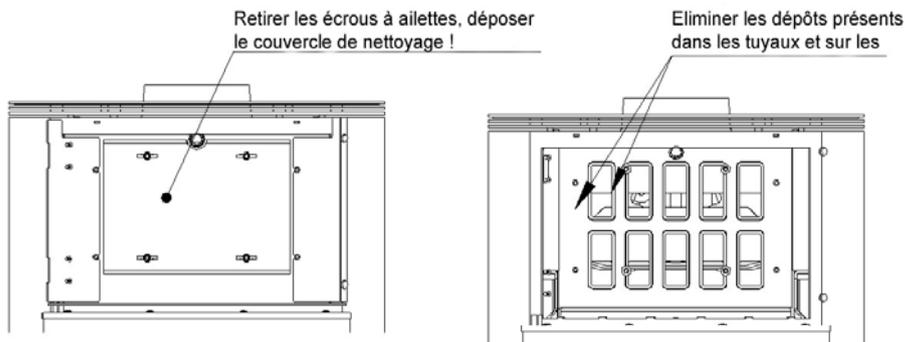

Fig. 10
1. Repousser la tirette (voir Fig. 10) tout en haut.
L'insert de cheminée doit **toujours** être exploité avec la porte de fermeture se fermant d'elle-même. Il n'est pas autorisé de manipuler le dispositif de fermeture. La commande de l'échangeur de chaleur d'eau s'effectue à l'aide du levier se trouvant du côté droit de la face arrière (voir Fig. 10). On passe ainsi de l'allumage à la combustion. Des positions intermédiaires du levier ne sont pas prévues.